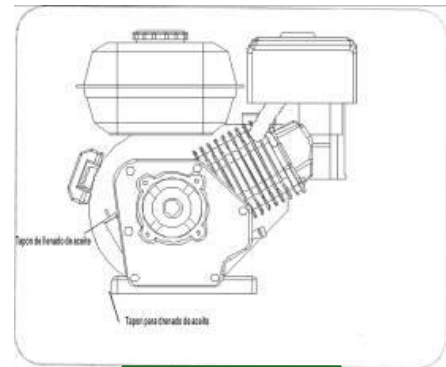

Abbildung 28
2. Schrauben Sie den Öleinfülldeckel vom Öleinfüllstutzen ab und wischen Sie den Ölmesstab sauber. Siehe Abbildung 28.
1. Suchen Sie die Ölablassschraube, siehe Abbildung 28.
3. Reinigen Sie den Bereich um die Ölablassschraube, siehe Abbildung 28.